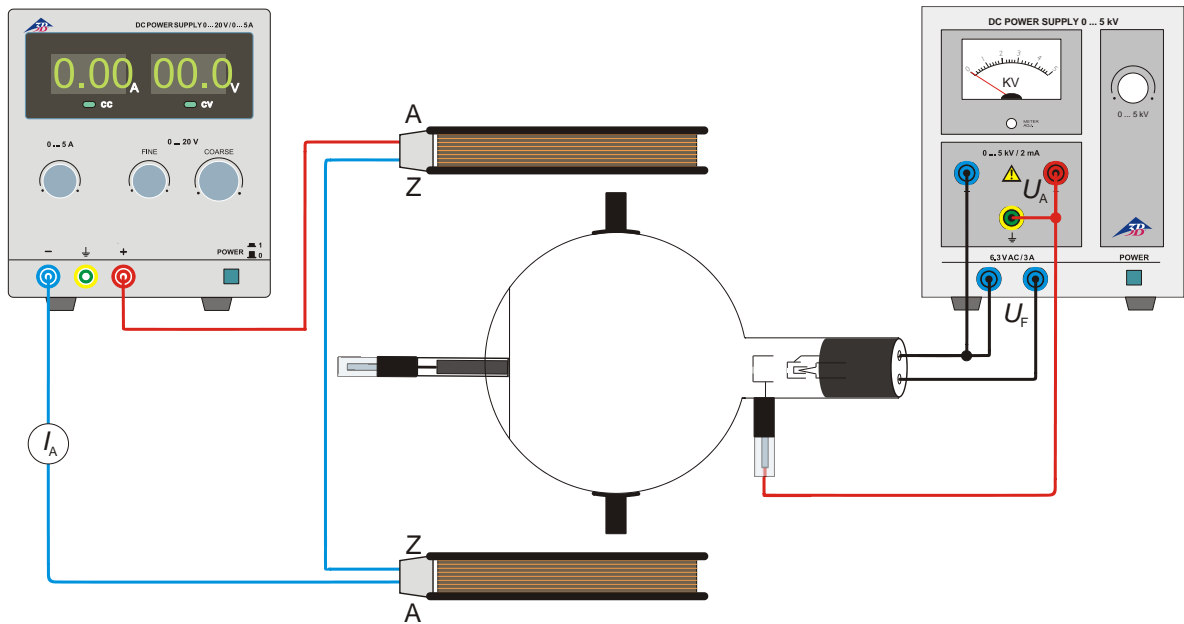

Fig. 3 Estimación de la carga específica del electrón e/m
- Realice el cableado de acuerdo con la fig. 3. En la desviación de los rayos de electrones en la copa de Faraday se tiene para la carga específica e/m :